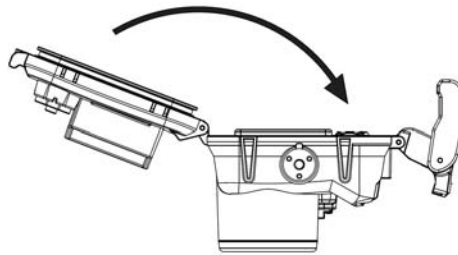

Abb.4
4. Schließen Sie den Deckel (Abb.4)